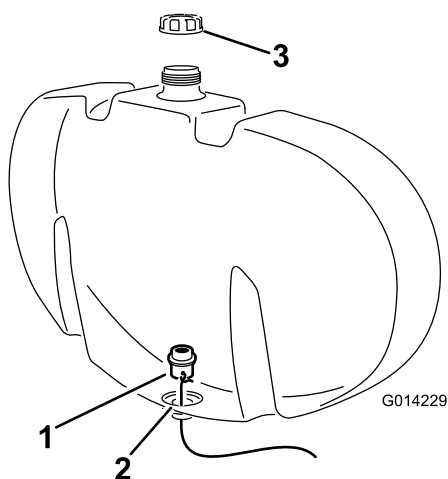

Рисунок 3
- Е. Потянув за провод, установите переходной штуцер в отверстие на дне бака (Рисунок 3).
- Е. Скорректируйте положение переходного штуцера в отверстии так, чтобы прозрачная прокладка плотно прилежала к внутренней стенке промывного бака (Рисунок 3).